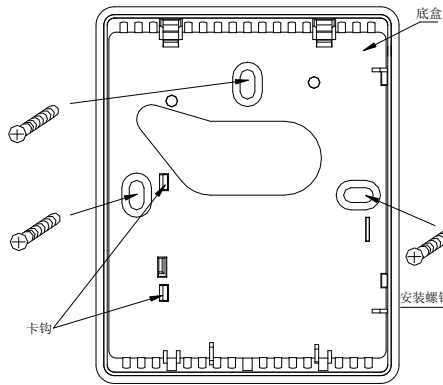

图2 变送器挂墙型安装示意图
- (1) 如图2所示, 安装时底盒应紧贴墙面。
- (2) 打开上盖后, 稍用力掰开卡钩(注意: 如用力过大有可能将卡钩折断)即可取下电路板, 再用3个M4\*25螺钉将变送器安装在已经预埋好的标准电气底盒上。
- (3) 将连接线穿进底盒中, 并将电路板安装回初始位置, 做好必要的连接后, 重新将上盖安装好。